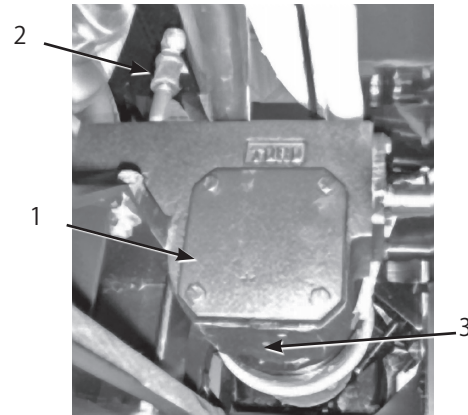

図49
3. 補給口プラグとドレン・プラグ (図49) を取り、排出されるオイルを容器で回収する。